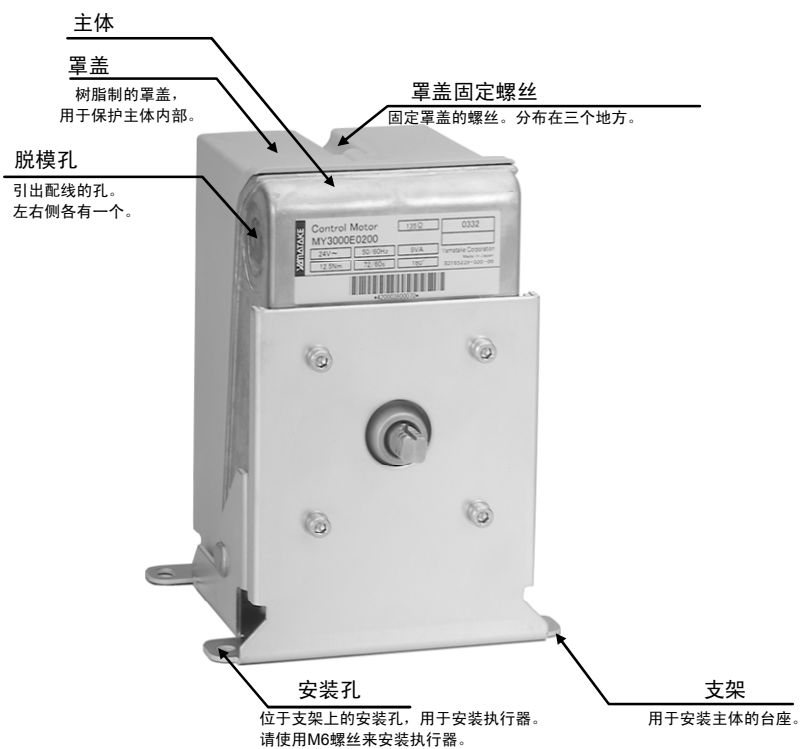

图 2 各部分的名称
脱模孔位于本产品的两侧。(参照图2)
- ② 对照电线管道或连接器的安装方位选择相应的脱模孔。用螺丝刀轻轻敲击，将脱模孔打开。
- ③ 将3颗罩盖固定螺丝卸下，将罩盖拆卸。(参照图2)